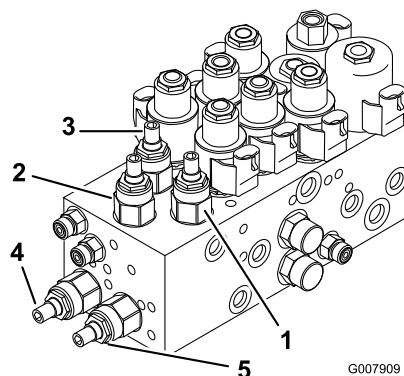
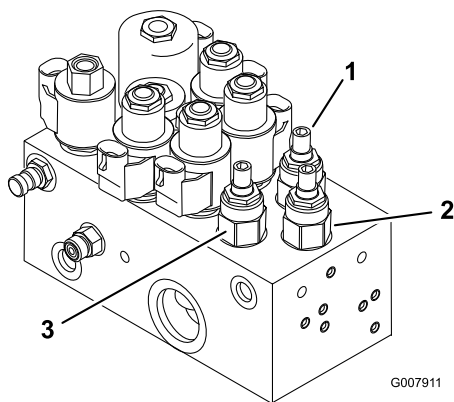

図 85
図 86
1. 昇降マニホールドについているバルブの中から、調整を行いたいカッティングユニットのバルブを探し出す(表 図 85 と 図 86 を参照)。